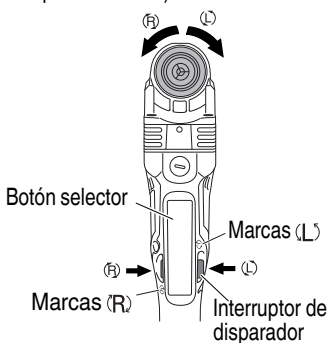

Fig. 8
La broca rota hacia la derecha (mirándola desde atrás) al oprimir el lado R (der.) de inversión. El lado L (izq.) se usa para hacer girar la broca a la izquierda (Vea las Fig. 8). (Las marcas (L) y (R) están en el cuerpo del taladro.)